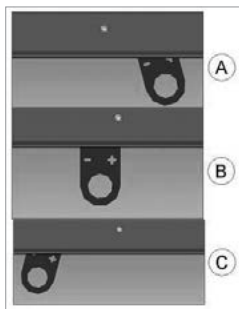

Abb.11
11. Je nach Witterungsbedingung den Stellhebel mehr oder weniger zur Mittelstellung hin oder etwas darüber steuern (Abb.11). Dies ist immer abhängig von der Erfahrung und den aktuellen Bedingungen vor Ort.